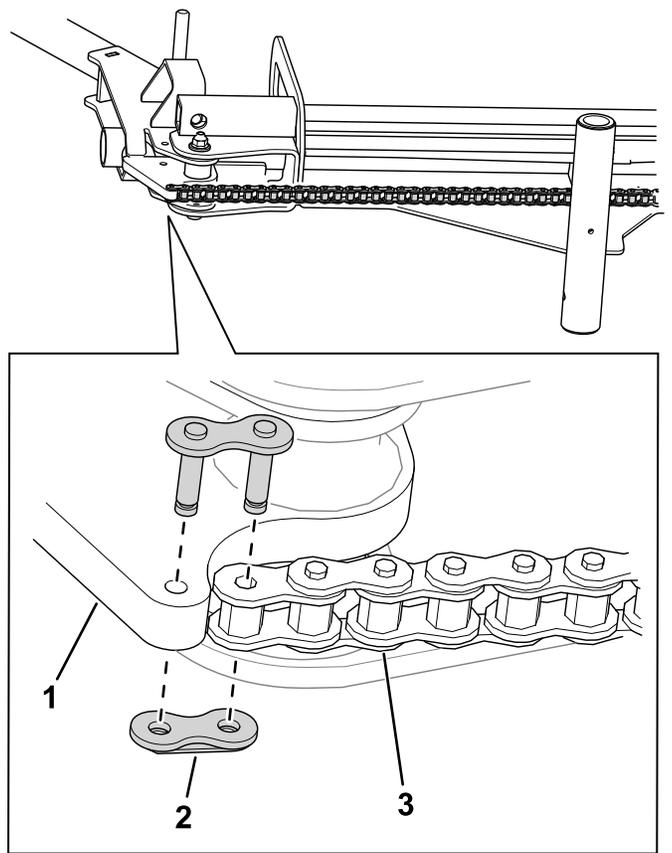

図 7
9. チェーンリンクを使って、チェーンをランプアセンブリに取り付ける 図 7。